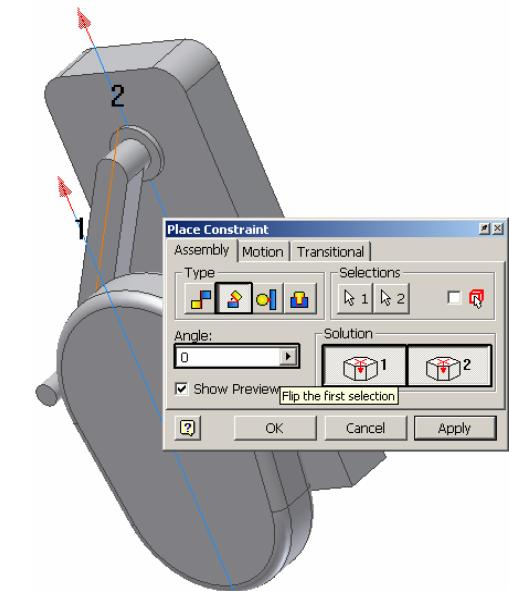

Figura 3.8.10.
- aliniere **Type - Angle, Angle = -1** axa **camă** axă **suport camă** – lansare comandă **Constraint**, click punctul 1, click punctul 2, butonul **Apply**, figura 3.8.10. Dacă se dorește inversarea sensului axei, din secțiunea **Solution** se pot activa butoanele **Flip the first/second selection**. În urma operației, panelul **Browser Bar**, afișat în modul **Modeling View**, este completat cu intrarea **Angle (0.000 deg)**.